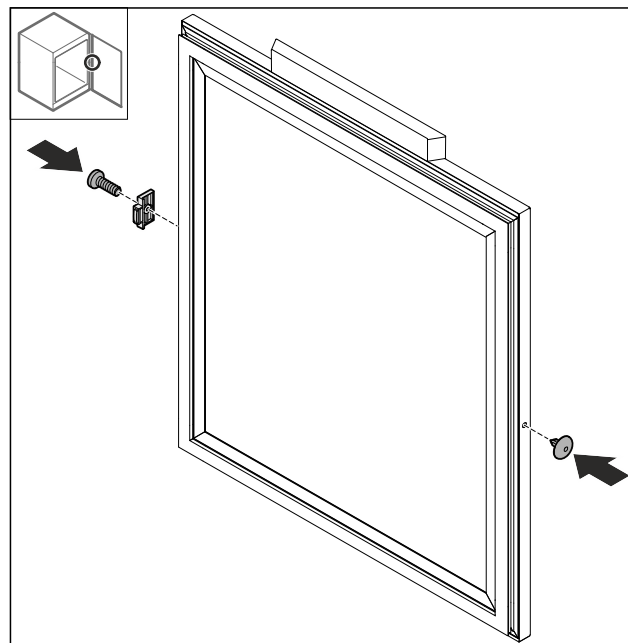

Fig. 46
- Tourner la butée de porte Fig. 46 (1) à 180° et l'installer de l'autre côté.
- Installer le cache Fig. 46 (2) du côté opposé.